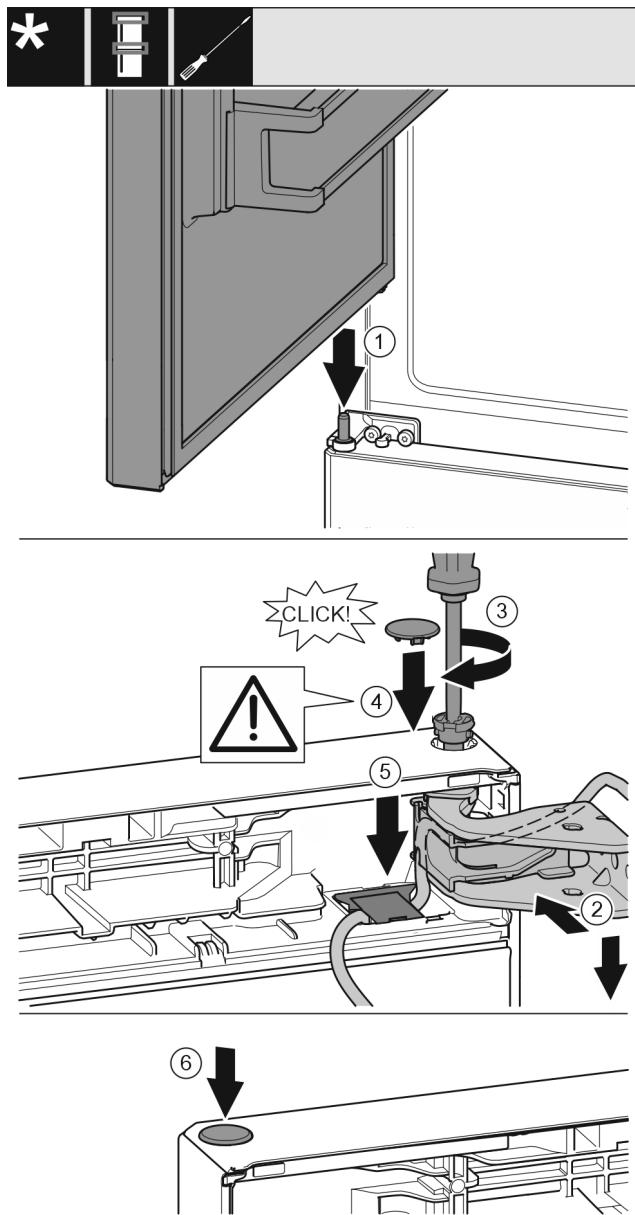

Fig. 43
- ▶ 冰箱上方门放置在中间轴承螺栓 Fig. 43 (1) 上。
- ▶ 将门的上方对准托架中的开口。Fig. 43 (2)
- ▶ 放入螺栓 Fig. 43 (3) 并用螺丝刀拧紧。
- ▶ 安装冰箱门安全装置的安全盖 Fig. 43 (4): 放入安全盖并检查其是否在门上。此外将螺栓完全插入。
- ▶ 将盖板 Fig. 43 (5) 安装并朝下按压，直到其卡入到位。
- ▶ 放上堵头 Fig. 43 (6)。